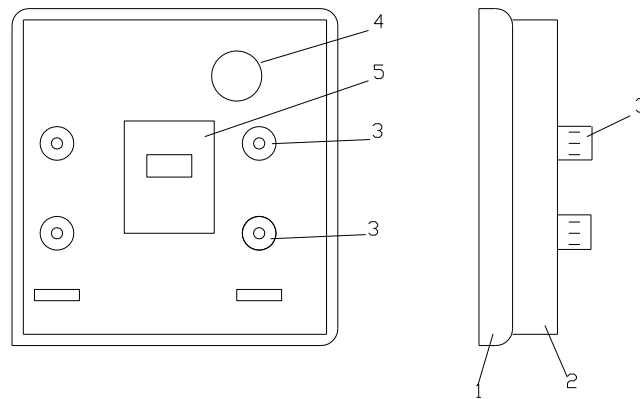

Fig. 10.5. Tablou tip apartament
Tablourile de apartament, tip 2C și tip 3C sunt protejate cu mască metalică sau din material plastic. Tipul 3C se poate echipa cu 3-4 circuite monofazate de 25 [A]. Astfel de tablouri se folosesc numai în încăperi uscate. Tabloul de apartament (fig.10.5.) conține un stelaj metallic (1), mască din PVC (2), siguranțele (3), clopotul și transformatorul de sonerie (4), contorul (5).